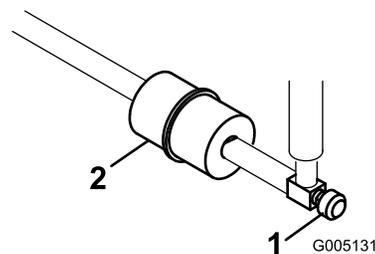

Figura 45
Il filtro del carburante in linea si trova nella linea del carburante tra il serbatoio del carburante e il carburatore (Figura 45).
1. Chiudete la valvola di intercettazione del carburante (Figura 45).
2. Posizionate una bacinella di spurgo sotto il filtro, allentate la fascetta stringitubo sul lato del carburatore del filtro e rimuovete la linea del carburante dal filtro (Figura 45).
3. Allentate l'altra fascetta stringitubo e rimuovete il filtro (Figura 45).